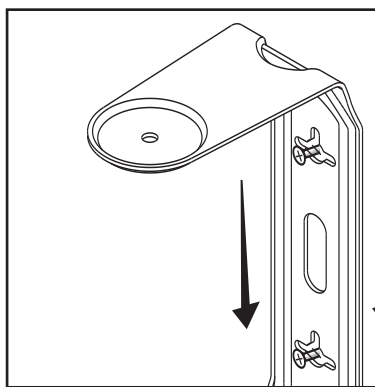

FIGURE 12
10. Let the speaker and bracket slide straight down, allowing the screw head to slip behind the smaller end of the keyhole slot [figure 12].
10. Laissez glisser l'ensemble support/enceinte vers le bas, permettant aux têtes de vis de glisser dans la partie étroite des fentes en trou de serrure [figure 12].